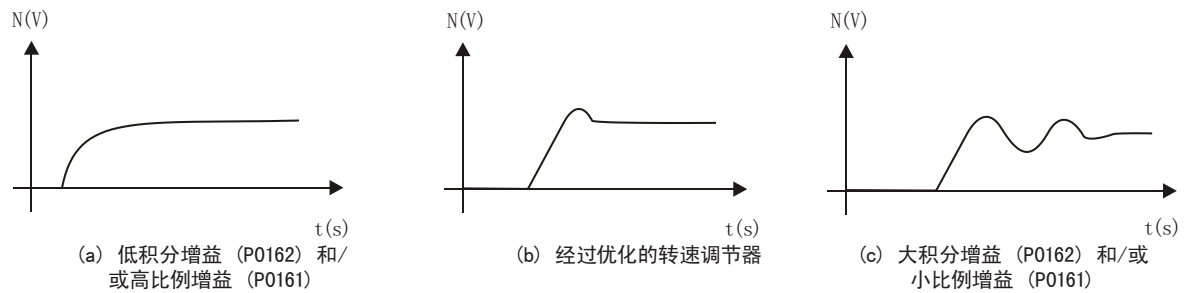

图 12.5: (a) 到 (c) - 转速调节器响应类型
6. 查看图12.5中的几个选项, 看看哪条波形更接近所观察到的转速信号。
7. 根据图12.5中的响应类型对参数P0161和P0162进行调节.